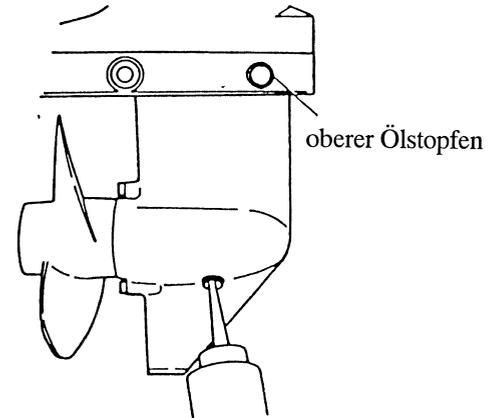

Abb. 29: neues Getriebeöl auffüllen
- * Spitze der Öltube in unteren Ölstopfen stecken und solange Öl einfüllen, bis aus der oberen Ölstopfenöffnung Öl austritt. (Abb.29)